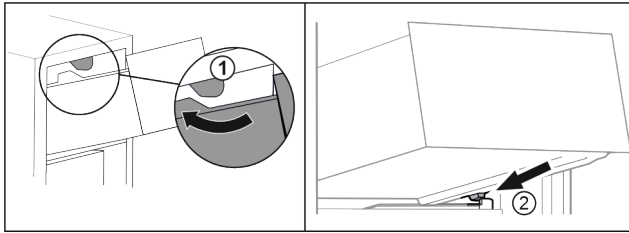

Fig. 112
- ▶ Schubfach um die oberen Stopper herumführen. Fig. 112 (1)
- ▶ Schubfach schräg hinter den unteren Stoppern auf Behälterrippe aufsetzen. Fig. 112 (2)